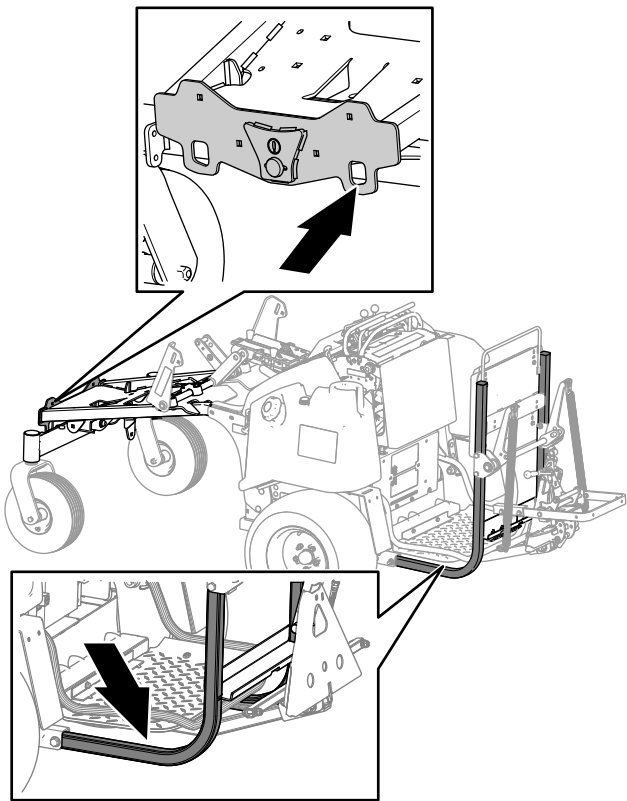

Figura 61
5. Amarre la máquina en el bastidor delantero y en el bastidor del apero trasero (Figura 61) con correas, cadenas, cables o cuerdas.